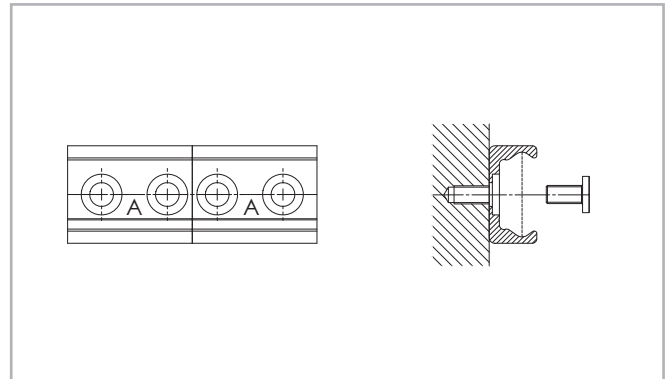

Abb. 117
- (1) Fixieren Sie die einzelnen Schienen auf der Montagefläche durch Anziehen aller Schrauben, bis auf die jeweils letzte am Schienenstoß.
- (2) Montieren Sie die End-Befestigungsschrauben, ohne diese fest anzuziehen (s. Abb. 117).